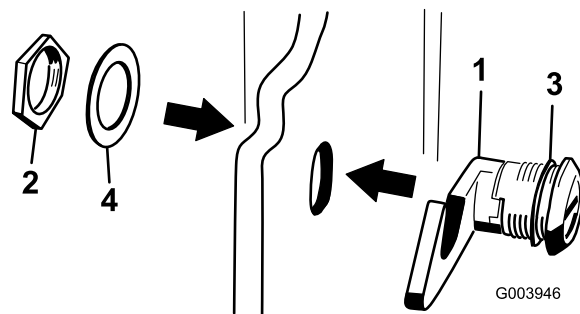

Figura 6
3. Retire la tuerca del conjunto de cierre del capó (Figura 6).
4. Desde fuera del capó, introduzca el enganche del cierre a través del orificio del capó y asegúrese de que la junta de goma queda en el exterior del capó (Figura 6).